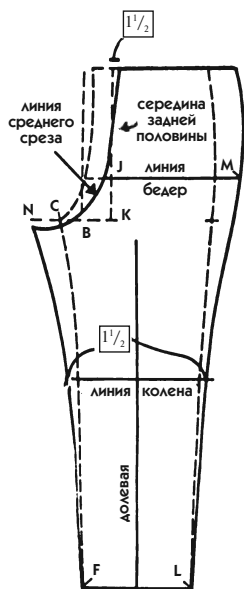

Рис. 766
Заднюю половину брюк можно начертить на том же листе. Для этого воспользуйтесь цветным карандашом (на рис. 766 чертеж передней
- Перенесите мерку СВ (на нашем примере она равна 4,8 см) один раз налево (засечка N) и один раз направо (засечка K) на рис. 766.
- От полученной точки по линии талии отложите 1,5 см (для обхвата бедер менее 80 см — 1 см) вправо и проведите к концу среднего среза окончательную сплошную линию с глубоким закруглением (не опасайтесь слишком глубоко закруглить эту линию), отложив от точки J влево 0,6—0,7 см (рис. 766).
- От этой точки проведите к линии талии сплошную изогнутую линию, параллельную пунктирной линии бокового среза перед (рис. 766).
- От этих точек проведите наклонные линии к засечкам F и L, обозначающим ширину передней части брюк по нижнему краю (сплошные линии на рис. 766).
половине может получиться несколько короче. Причиной этого является понижение линии на 1 см у засечки N (см. рис. 766). Не исправляйте чертеж, а просто оттяните ткань по этой линии.